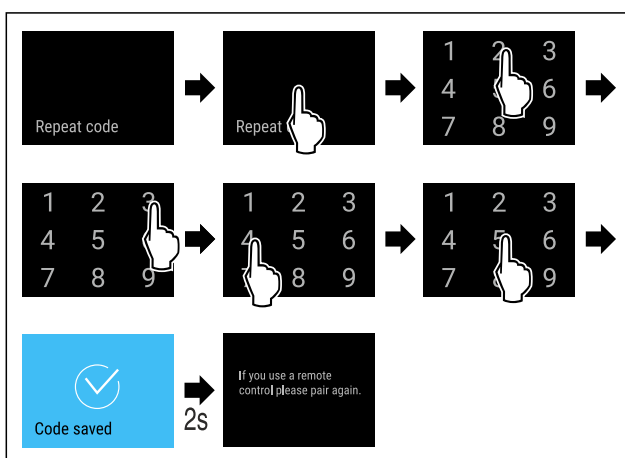

Fig. 93
- ▶ Stappen (zie Fig. 93) uitvoeren.